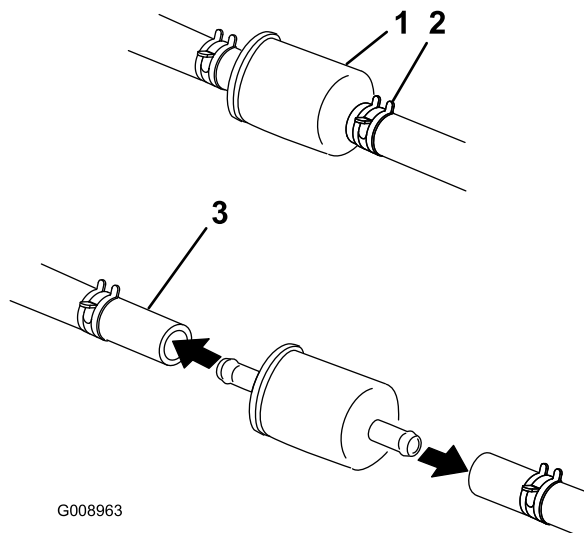

Figura 39
4. Premete le estremità delle fascette stringitubo ed allontanatele dal filtro (Figura 39).